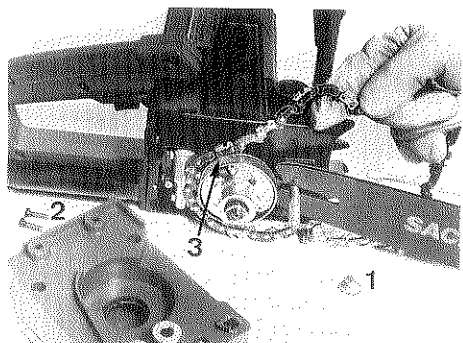

Bild 1
**Montage der Sägeschiene und Sägekette (Bild 1+2)**